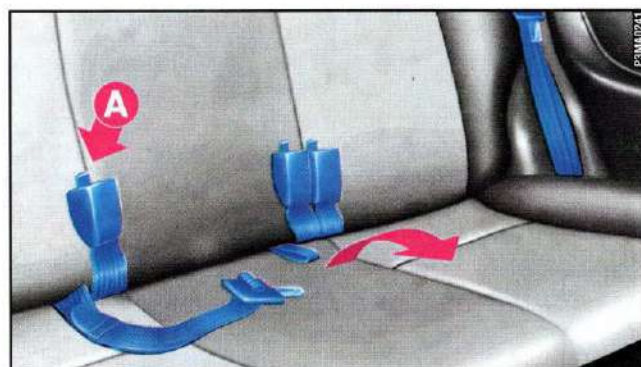

fig. 65
1) Tirare, nel senso della direzione di marcia, la maniglia posta al centro del cuscino del sedile posteriore e ribaltarlo in avanti nel senso della freccia **fig. 65**. Se il sedile posteriore è sdoppiato, c'è una maniglia su ogni cuscino.
3) Agganciare le fibbie alle linguette **A-fig. 65** poste sullo schienale.